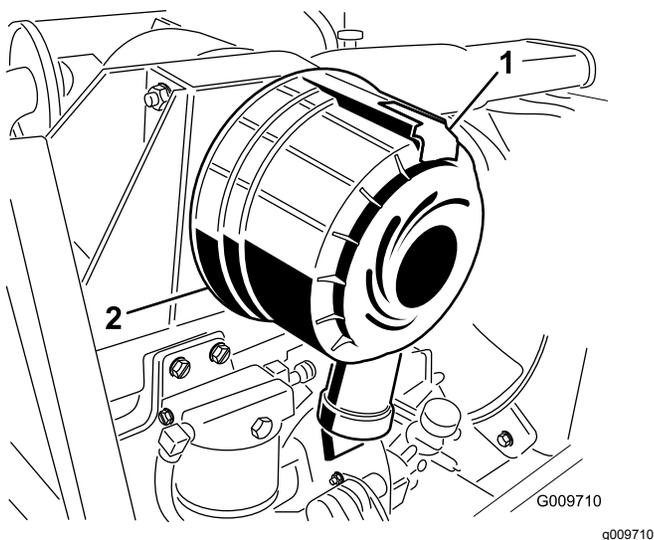

図 28
1. ラッチを引いて外し、カバーを左にひねってボディからはずす **図 28**。